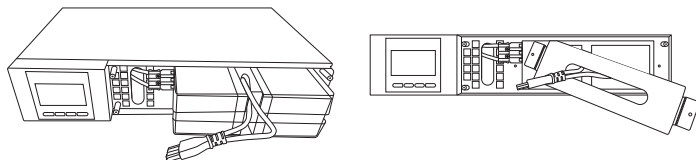

Рисунок 6. Подключение внутренних аккумуляторных батарей ИБП
- б. Снимите металлическую пластину, закрывающую доступ к АКБ. Выдвиньте отсек для установки АКБ, поместите необходимое количество АКБ соответствующего номинала. Плотно соедините красный разъём вывода группы внутренних аккумуляторных батарей (см. Рис. 6) с красным разъёмом на фронтальной панели ИБП.